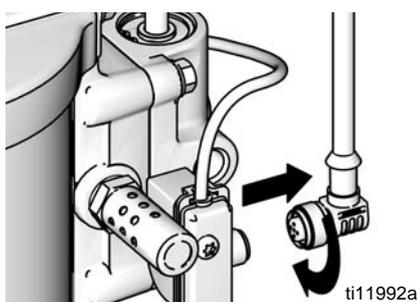

FIG. 16. Débranchement du DataTrak
1. Dévisser le câble de l'arrière de l'ensemble de commutateurs à lame. Voir FIG. 16.